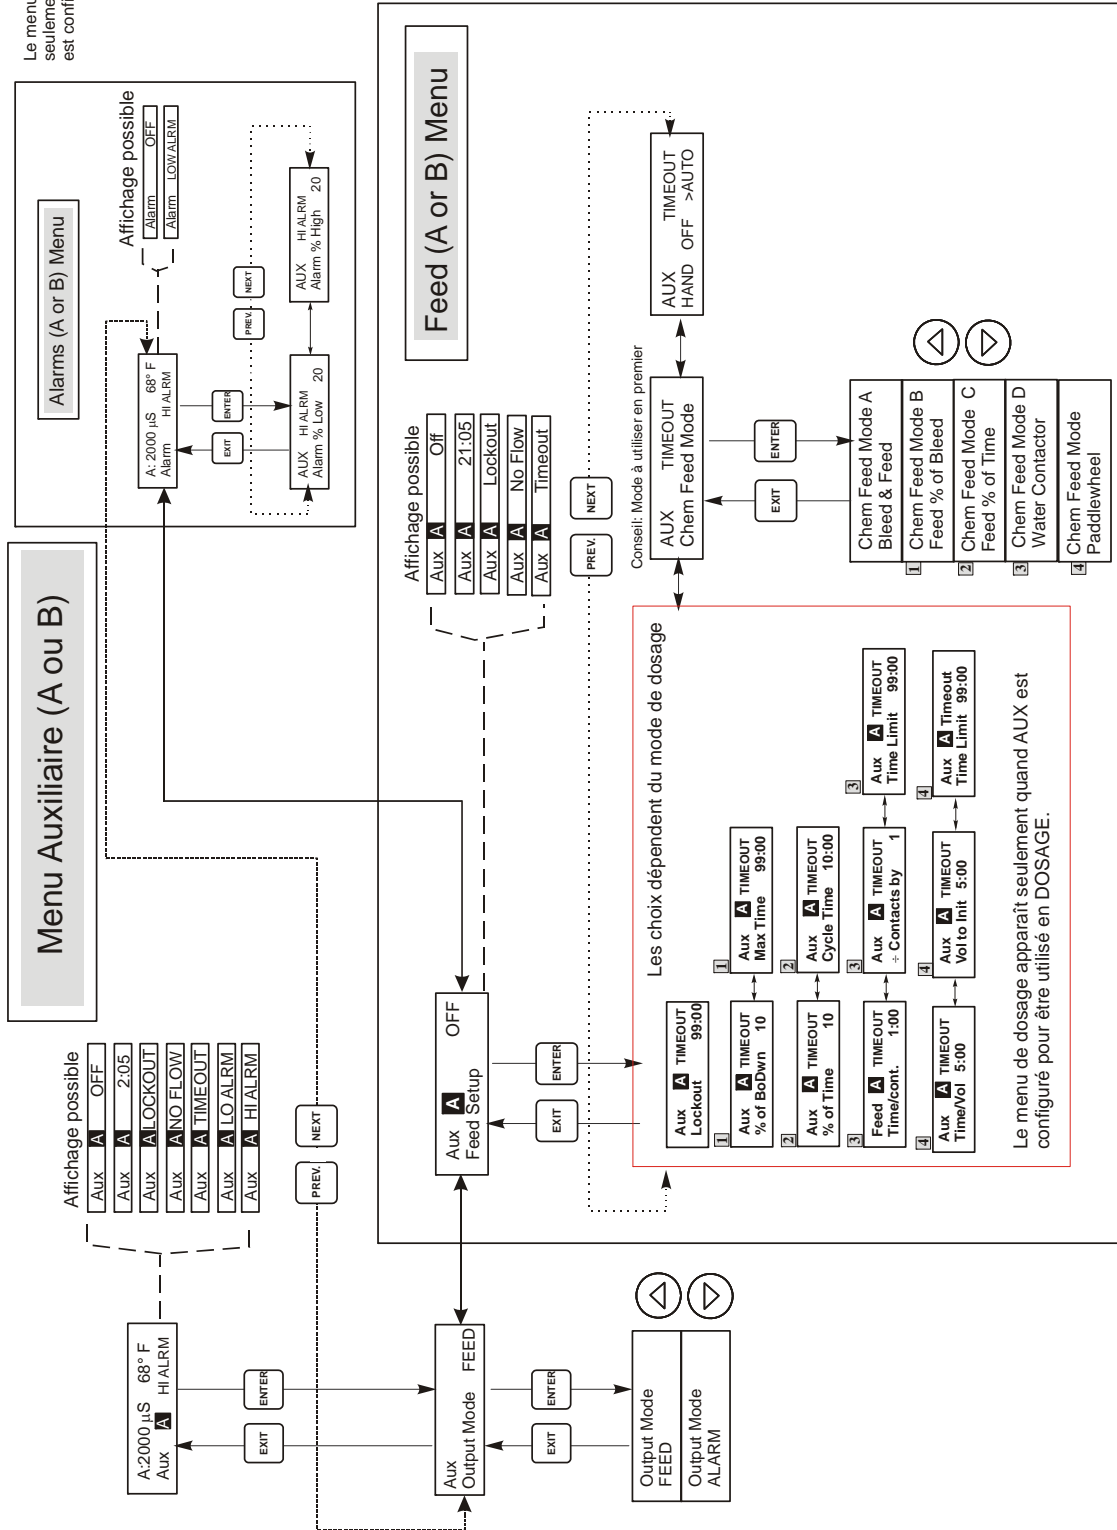

Figure 12 Menu Auxiliaire
**REMARQUE :** Lorsque vous programmez l'unité pour la première fois, il est recommandé que le menu mode de dosage en produit chimique ( Chemical Feed Mode Menu) soit choisi en premier, puis suivez les étapes du reste du menu dosage comme indiqué dans la figure 12.